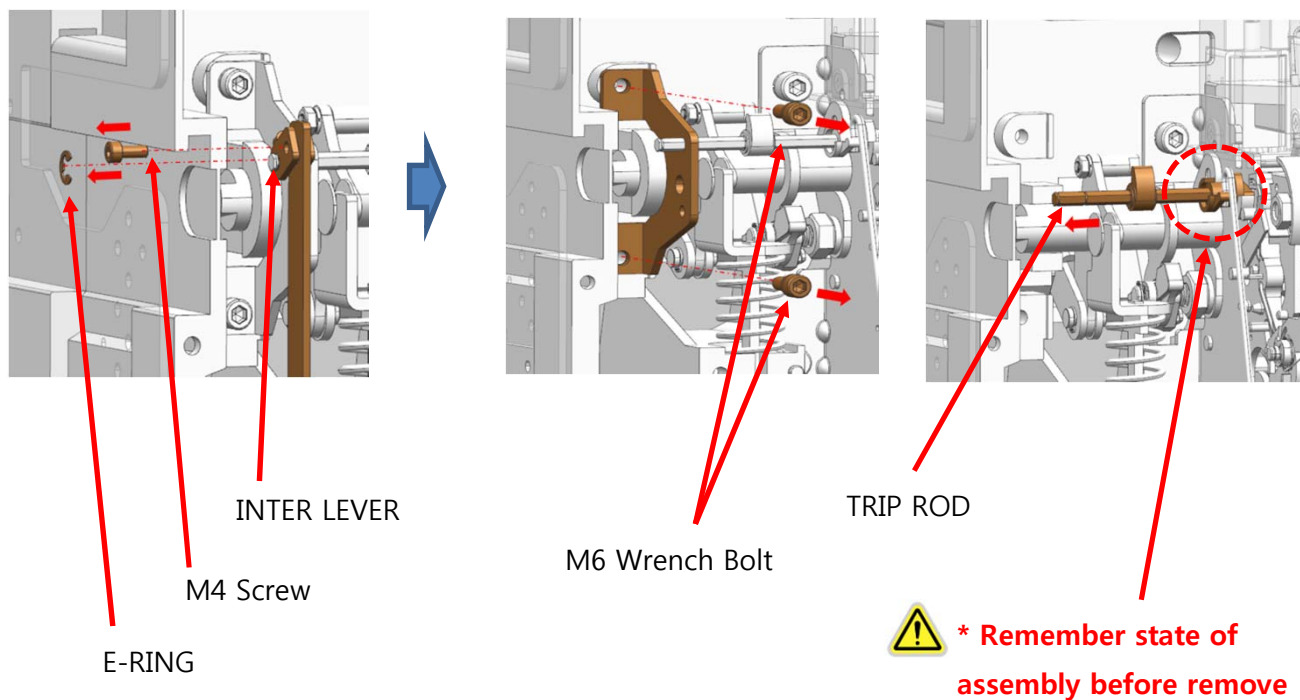

FIG 8
8. INTERLOCK LEVER & TRIP ROD 분리 / REMOVE INTERLOCK LEVER & TRIP ROD (FIG 8)